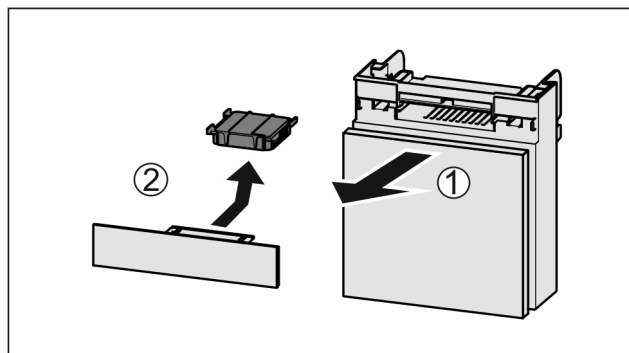

Fig. 272
- Trekk ut Fig. 272 (1) hyllen fremover.
- Ta ut Fig. 272 (2) aktivkullfilteret.